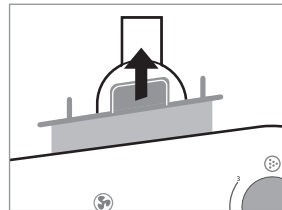

Рис. 1
1. Витягніть аерозольну камеру з основного блоку приладу, тримаючи її за виступи на кришці аерозольної камери (рис. 1).